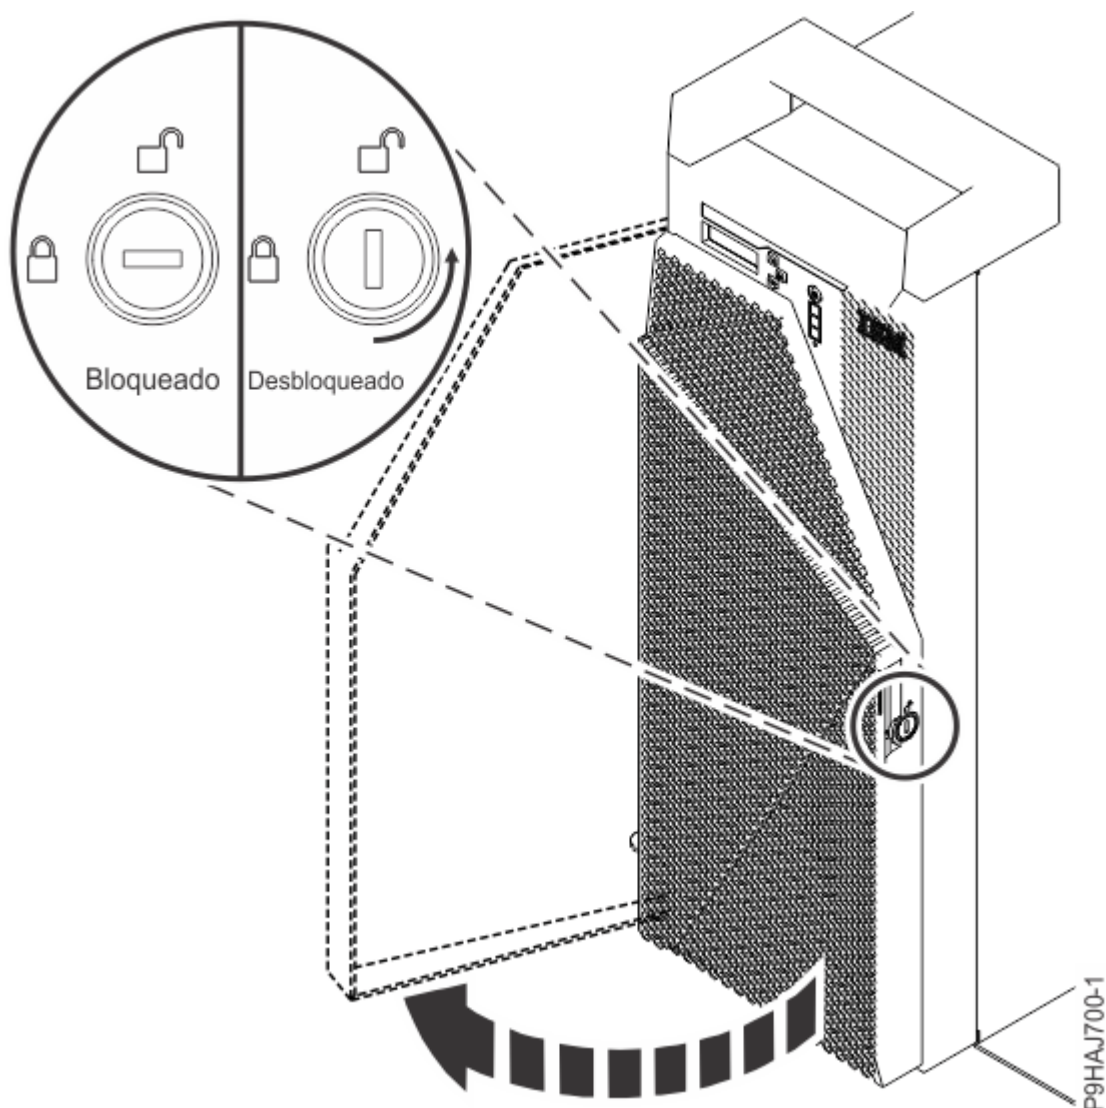

Figura 2: Desbloqueando a porta frontal
- a) Insira a chave da porta frontal na fechadura, como mostrado na Figura 2 na página 3. Gire a chave para a esquerda (sentido anti-horário) para desbloquear a porta. A horizontal está bloqueada; a vertical está desbloqueada. Abra a porta frontal.